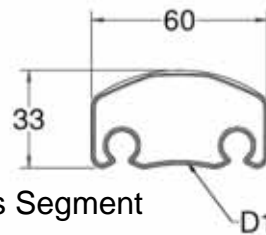

Abbildung 5a: Aufschieben der Netzbahnen und Windleisten auf das obere Rohr
4. Nylon-Einsatz (innerhalb der Windleisten) in die Tasche des Netzmaterials schieben und auf die erforderliche Länge zuschneiden. Netzsegmente und Windleisten in das obere Rohr schieben (Abbildung 5a).